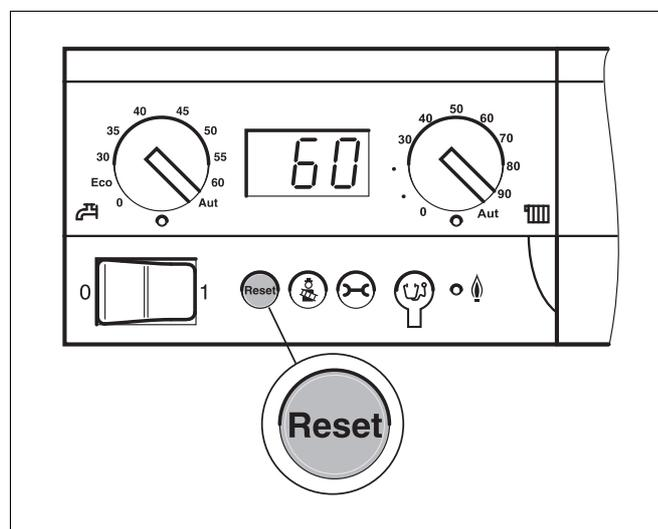

Fig. 10 Eliminazione della disfunzione tramite il tasto "Reset"
- Premere il tasto "Reset" (fig. 10) per circa 5 secondi, per eliminare il guasto.